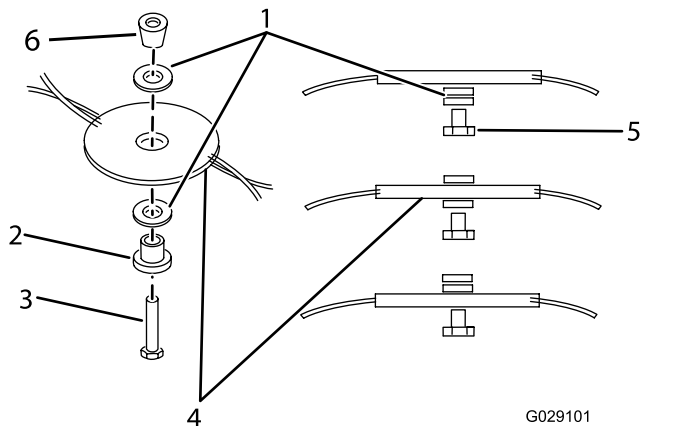

Bild 13
5. Ändern Sie die Position der Distanzstücke auf die gewünschte Höhe und setzen Sie die Mähscheibe wieder ein (Bild 13).